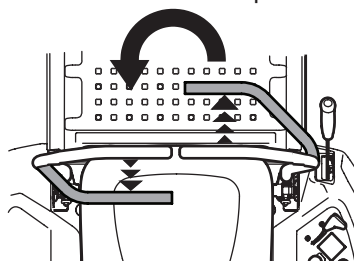

Figura 29
- Para girar en sentido contrario a las agujas del reloj, mueva la palanca de control de la transmisión de la barra de seguridad derecha hacia adelante mientras mueve simultáneamente la palanca de control de la transmisión de la barra de seguridad izquierda hacia atrás (Figura 29).